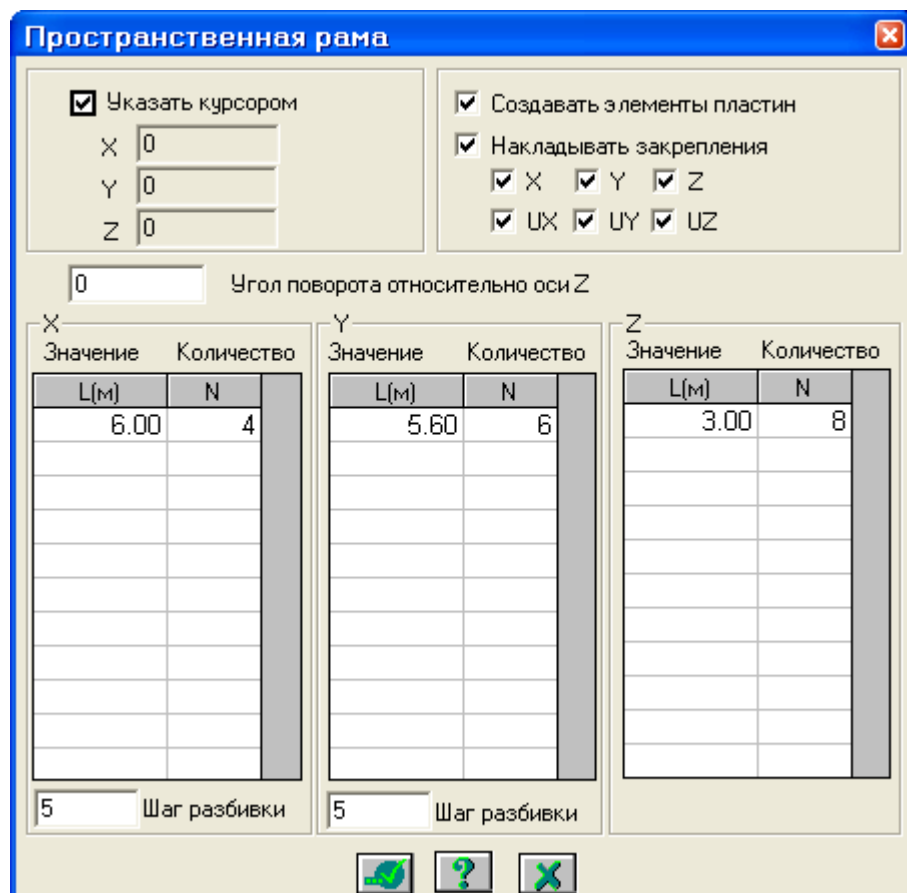

Рис.16.2. Диалоговое окно **Пространственная рама**
- Остальные параметры принимаются по умолчанию (рис.16.2).